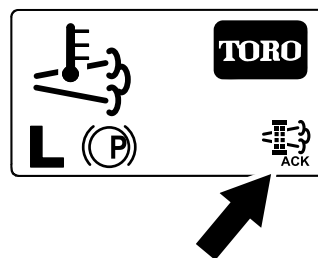

Figure 55
- L'InfoCenter affiche l'écran d'accueil et l'icône de confirmation de régénération (Figure 55) apparaît en bas à droite de l'écran pendant le processus de régénération.